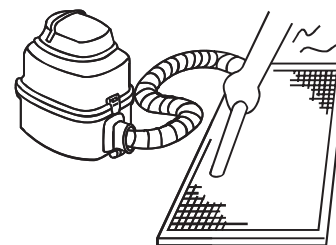

Рис. 6-3
- При чистке пылесосом наружная сторона фильтра должна быть обращена вверх (см. рис. 6-3).